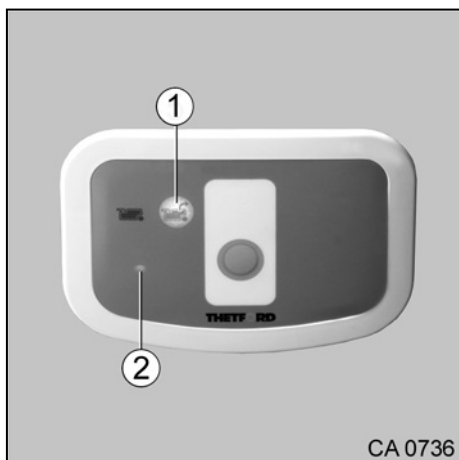

Fig. 171 Panneau Toilettes, système de transvasement par pompe des résidus
2. Appuyer sur la touche « Système de transvasement par pompe des résidus » (Fig. 171/1) et l'écran (Fig. 171/2) s'allume en rouge. La touche (Fig. 171/1) clignote pendant le processus de transvasement.
Lorsque le réservoir des eaux noires est plein, la touche « Système de transvasement par pompe des résidus » (Fig. 171/1) clignote rapidement. Dans ce cas il faut d'abord vidanger le réservoir des eaux noires.